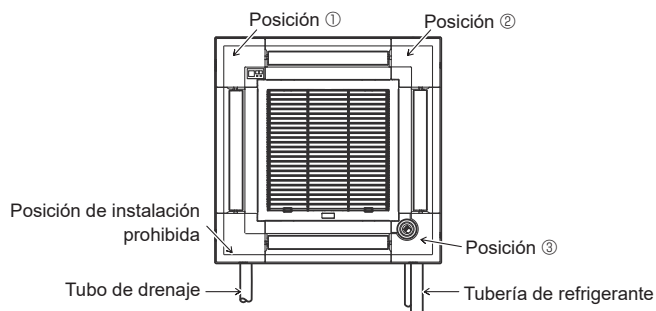

Fig. 9-11
Compruebe que los cables no queden atrapados en la cubierta de la caja eléctrica. Instale el panel angular del receptor de señales al panel y sujételo con el tornillo. El panel angular del receptor de señales no puede instalarse en el lateral del tubo de drenaje de la unidad principal. (Consulte la Fig. 9-11)
- * Si la posición del i-see Sensor se ha cambiado de la posición por defecto (posición Ⓒ) a la otra posición, cambie la configuración de funciones. (Consulte la página 12 y la Fig. 9-11)
- El panel angular del i-see Sensor no puede instalarse en el lateral del tubo de drenaje de la unidad principal. (Consulte la Fig. 9-11)